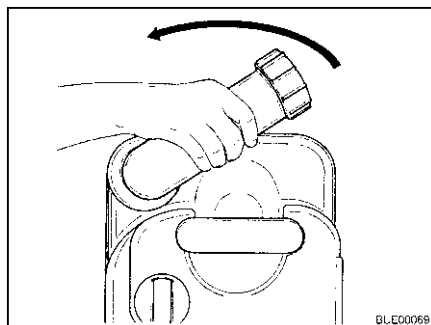

Fig. 254 Ruotare il bocchettone di scarico
- Ruotare il bocchettone di scarico verso l'alto (Fig. 254).